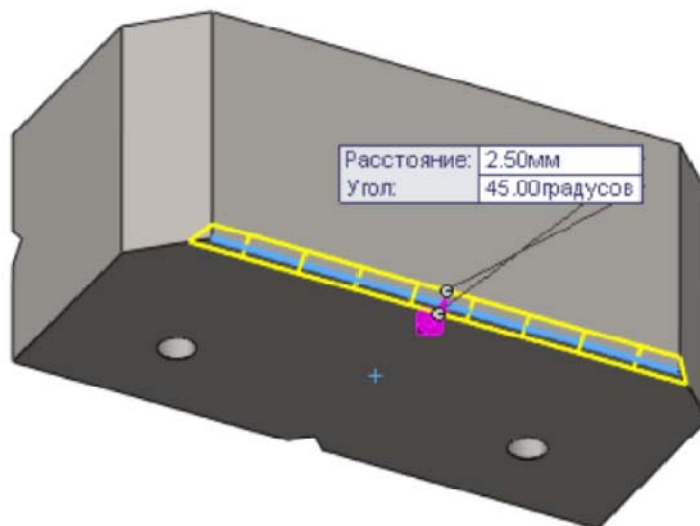

Рис. 2.62. Выбор кромки
7. Выберите кромку, показанную на рис. 2.62.;